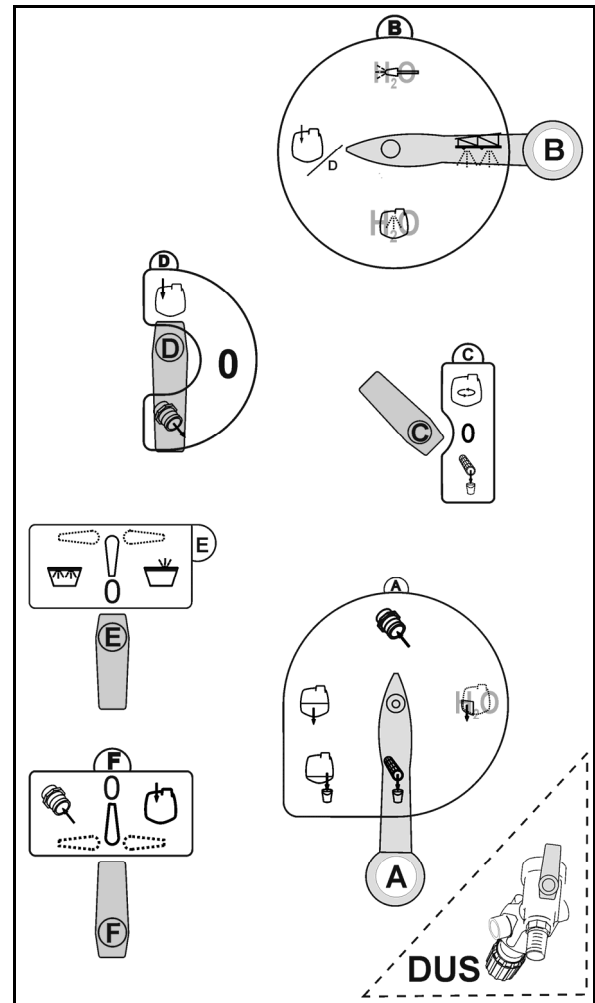

Fig. 13
5. Sett koblingsventilen på betjeningspanelet i angitt stilling (Fig. 13):